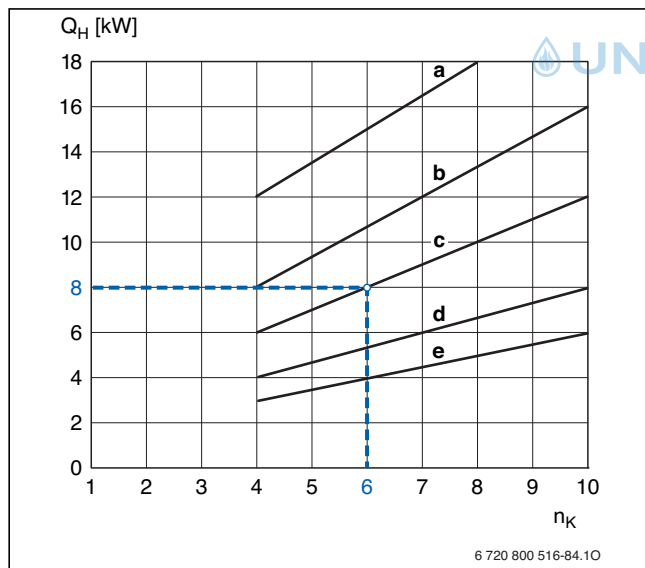
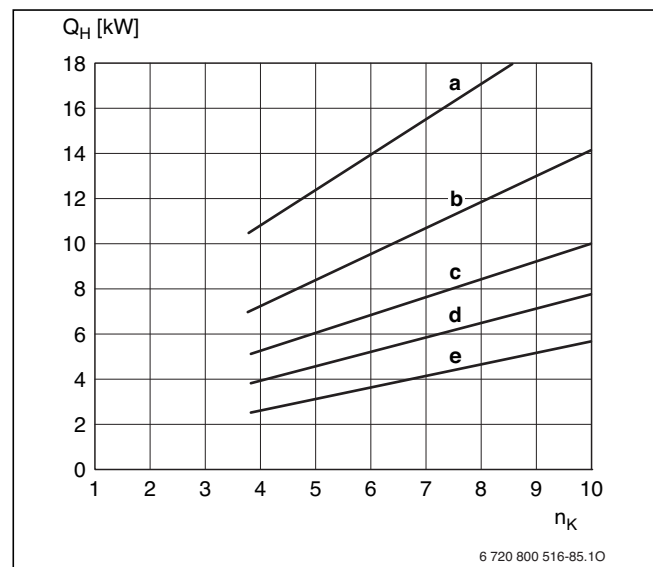
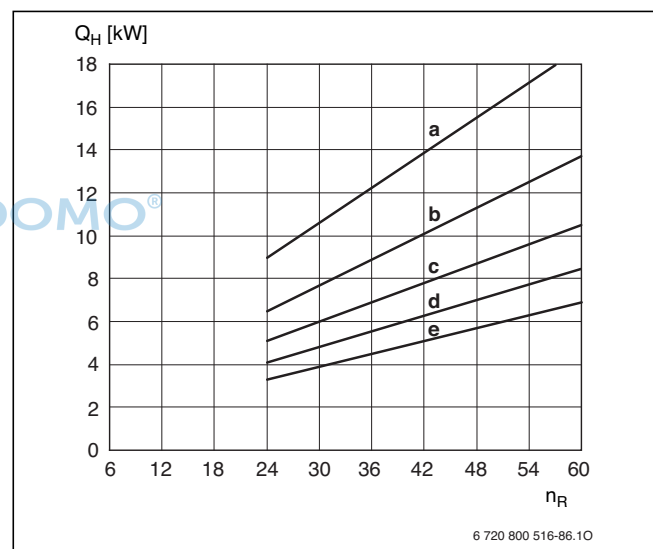

Bild 148 Diagramm zur überschlägigen Bestimmung der Kollektoranzahl FKT-2 für Warmwasserbereitung und Heizungsunterstützung (Beispiel hervorgehoben)
Bild 149 Diagramm zur überschlägigen Bestimmung der Kollektoranzahl FKC-2 für Warmwasserbereitung und Heizungsunterstützung
Bild 150 Diagramm zur überschlägigen Bestimmung der Röhrenanzahl bei VK 140-1/VK 280-1 für Warmwasserbereitung und Heizungsunterstützung
Die Diagramme in Bild 148 bis Bild 150 basieren auf einer Beispielrechnung mit folgenden Anlagenparametern:
Legende zu Bild 148, Bild 149 und Bild 150:
- Nach Diagramm in Bild 148, Kurve c, sind 6 Hochleistungs-Flachkollektoren FKT-2 erforderlich.